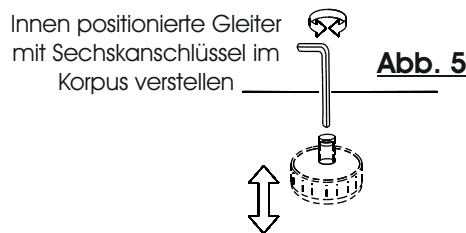
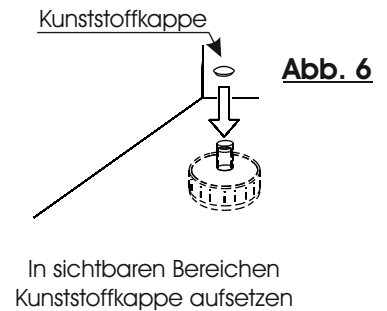

Abb. 5
Abb. 6
4. Richten Sie das Möbel durch drehen der Sockelgleiter aus. Stirnseitig positionierte Gleiter werden von außen mit der Hand gedreht. (Abb. 4) Die innenliegenden Gleiter können von Innen mit einem Innensechskantschlüssel ausgerichtet werden. (Abb. 5) Falls die innenliegenden Bohrungen sichtbar sein sollten, werden Sie mit einer Abdeckkappe verschlossen. (Abb. 6)